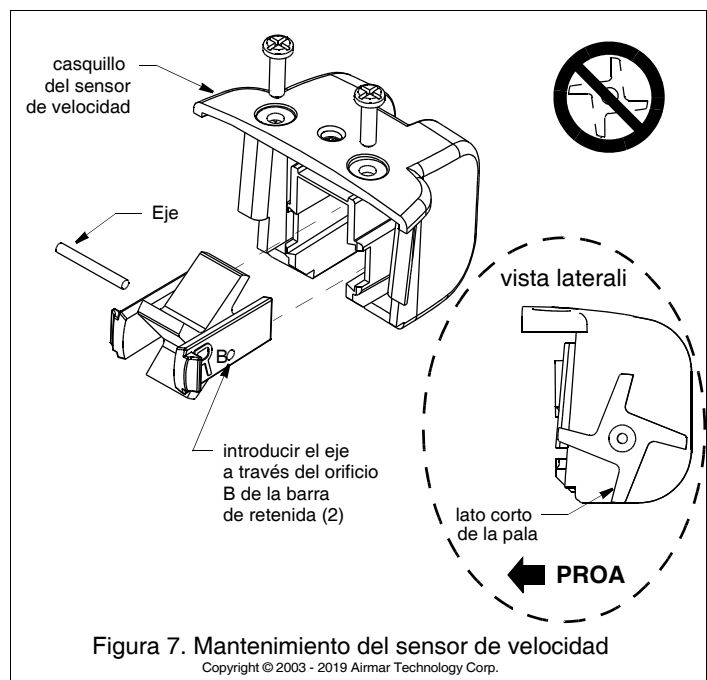

Figura 7. Mantenimiento del sensor de velocidad
2. El conjunto del rotor no está sujeto. Levante con cuidado el sensor de velocidad mientras mantiene el conjunto del rotor en el interior (figura 7).